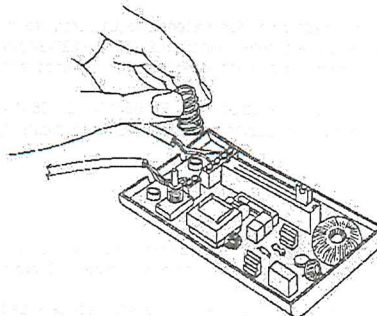

fig. B1
2. inserire il tasto trasparente (fig. b1) sulla sede del coperchio posizionare il cursore del potenziometro, tenere fermo con la mano il tasto e (fig. b2) appoggiare il coperchio sulla base.